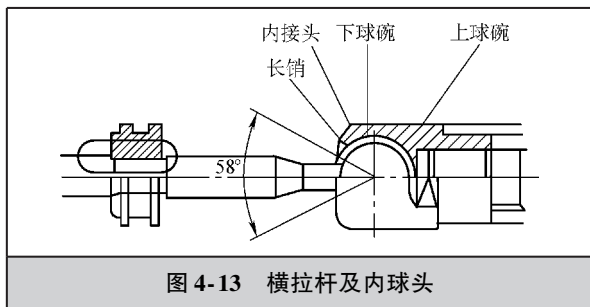

图 4-13 横拉杆及内球头
① 这种故障多发生于大约行驶十几万公里的车辆，能消除。调整转向器间隙后，试车，异响不大。
② 按图 4-13 所示，把转向盘向左打到底，沿箭头方向扳动转向拉杆，发现有一定的旷量，扳动转向拉杆时发出“咯嗒咯嗒”异响。这种异响有两个原因：一是转向器齿条严重磨